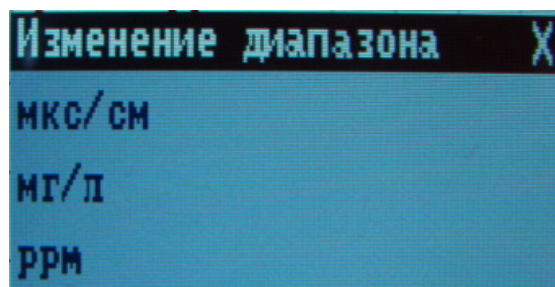

Рис. 3. Окно установки модуля
6. Убедитесь, что единицы измерения модуля в окне модуля с левой стороны экрана установлены на **мкс/см**. Если нет, нажмите на значок модуля, чтобы открыть диалоговое окно. Установите единицы измерения модуля, выбрав необходимую строку (рис. 3).